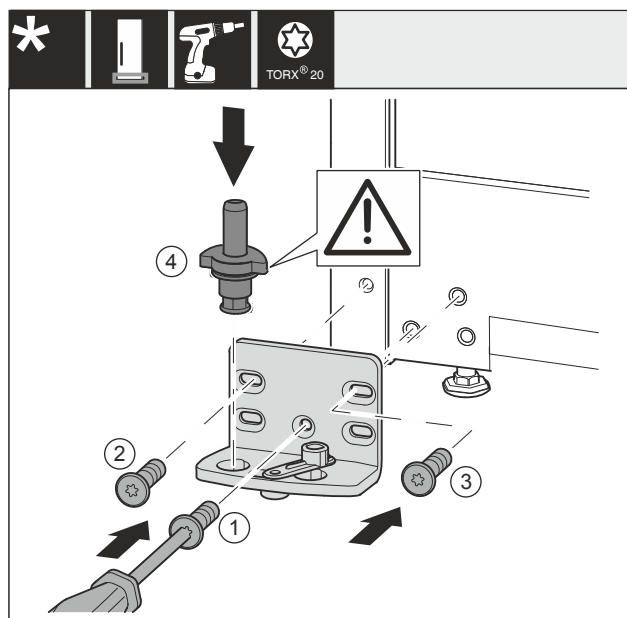

Fig. 38 *
- ▶ Założyć płytkę zawiasu z drugiej strony i przykręcić śrubokrętem. Rozpocząć od Fig. 38 (1) dolnej umieszczonej na środku.*
- ▶ Dokręcić śrubę Fig. 38 (2) i Fig. 38 (3).*
- ▶ Założyć cały trzpień zawiasu Fig. 38 (4). Zwrócić przy tym uwagę, by krzywka zatrzaskowa wskazywała do tyłu.*